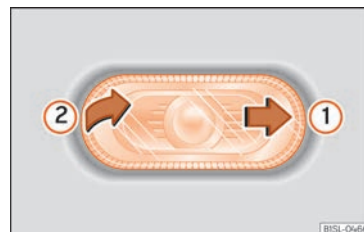
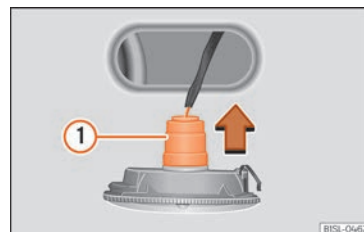

Fig. 56 Desmonte el intermitente lateral.
Fig. 57 Intermitente lateral: cambio de las lámparas.
- Desplace con una mano el intermitente lateral hacia atrás »» fig. 56 ①.
- Extraiga el intermitente lateral de la carrocería haciendo palanca ②.
- Extraiga el portalámparas con la lámpara en la dirección de la flecha »» fig. 57 ①.